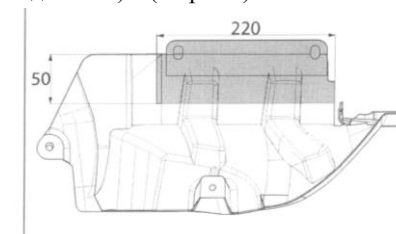

Рис.2
4.8 В левом боковом щитке сделать вырез (при необходимости). (см.рис.2)